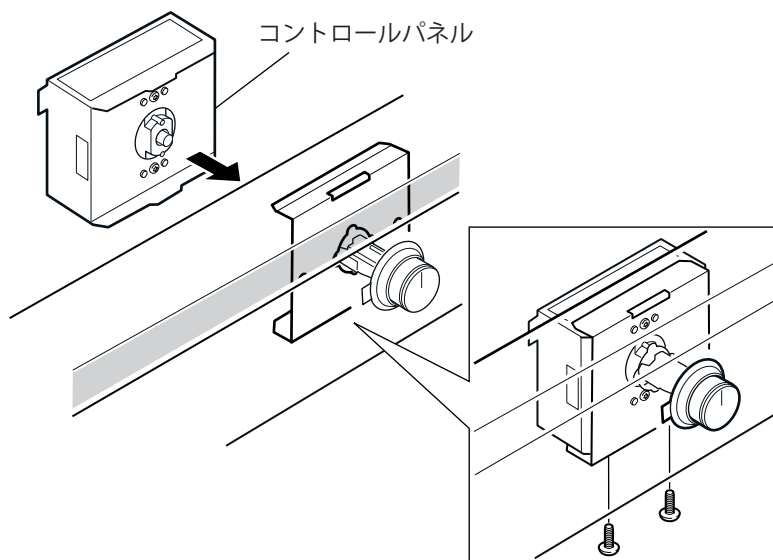

図9
4. 付属のビスを使用して、コントロールパネルを前項の固定プレートに固定します。(図9)